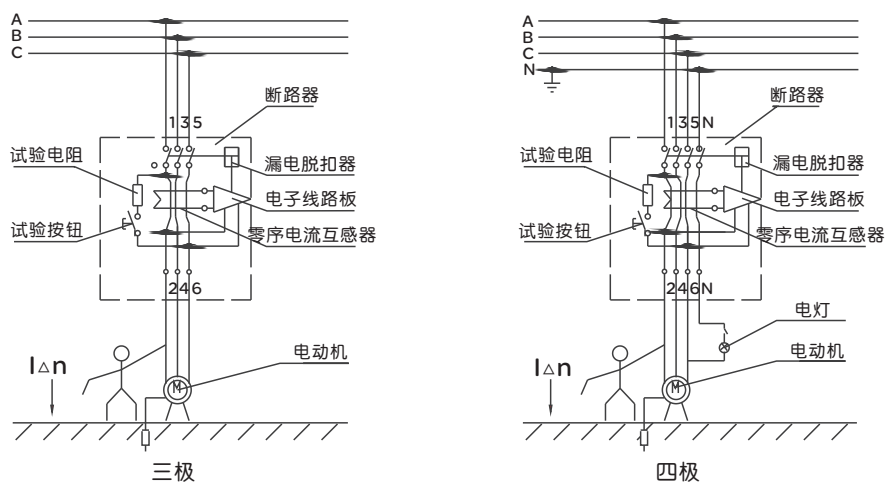

图1 工作原理
- 当被保护电路中有漏电或触电时,零序电流互感器有一个信号输出, 当该信号输出达到一定值时, 就触发可控硅导通使漏电脱扣器动作, 从而带动牵引杆使操作机构在很短的时间内断开, 切断电源, 从而实现漏电保护功能。工作原理见图1